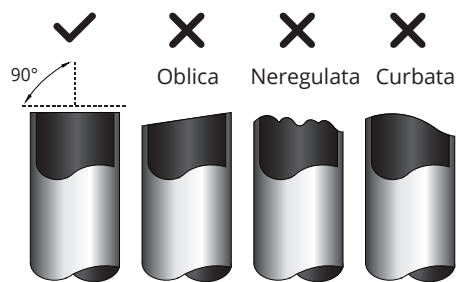

Fig. 7.1
1. Asigurati-va ca unghiul de taiere este de 90°, perfect. Consultati fig. 7.1 pentru exemple de taiere imperfecta.